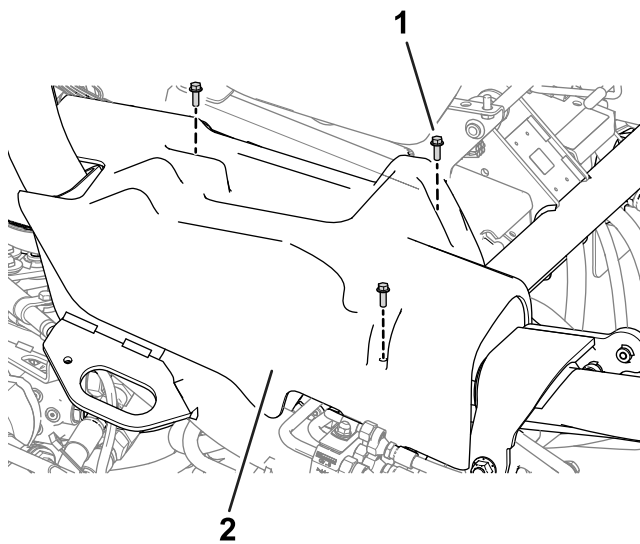

図 9
4. マシン本体から右側カバー(図 9)を取り外す。
8. マシンに右側カバーを取り付ける (図 9)。